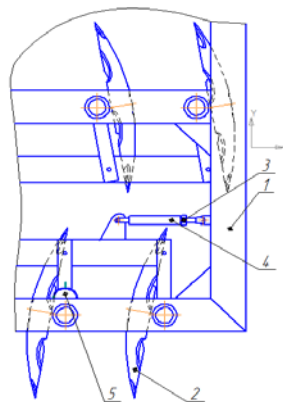

Рис.2 Механизм установки угла атаки дисков
5.4 Отрегулировать угол атаки дисков (рис.2). Для каждого ряда дисков свой механизм регулировки угла атаки. Для того, чтобы изменить угол атаки необходимо отпустить контргайку 3 и вращать гаечным ключом винт 4. При вкручивании оси угол атаки увеличивается, при выкручивании уменьшается. Величина угла атаки контролируется по шкале. На шкале нанесены три деления соответствующие углу атаки 0° – 15° – 30°.